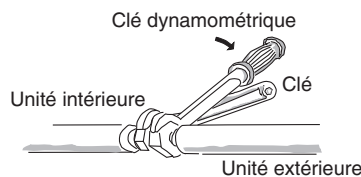

Fig. 5-6
- (2) Pour fixer les écrous évasés, appliquez le couple de serrage spécifié.
- Lors du démontage des écrous évasés des connexions de tube, ou lors de leur serrage après la connexion du tube, utilisez toujours 2 clés à molette ou des clés. (Fig. 5-6) Si les écrous évasés sont trop serrés, l'évasement peut être endommagé, ce qui pourrait entraîner une fuite de réfrigérant et provoquer des blessures ou l'asphyxie des occupants de la pièce.